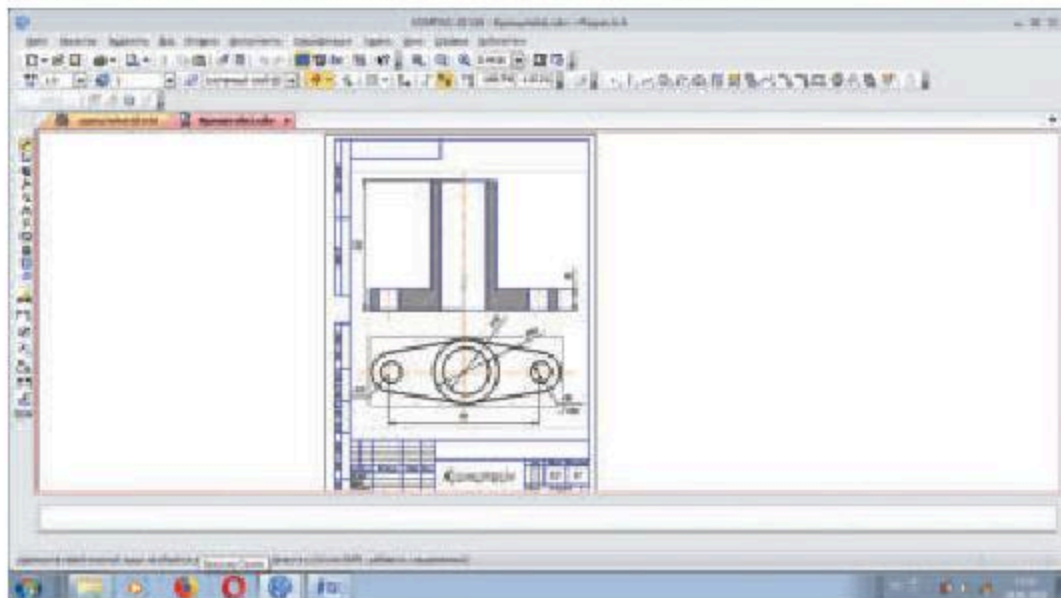

Рис. 16.13
6. Как было показано выше, необходимо провести осевые линии, нанести размеры и оформить чертеж (рис. 16.13).